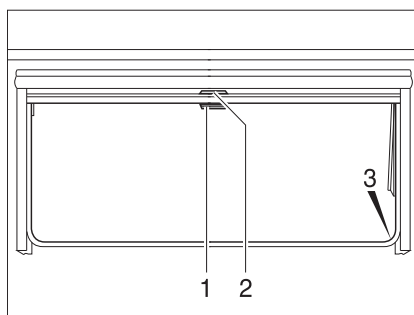

Fig. 39 Fenêtre projetante
Fermer : ■ Tirer le store occultant vers le bas en le maintenant par la poignée (Fig. 39,2). Lorsque le store occultant est complètement fermé, l'accrocher des deux côtés du cadre de la fenêtre dans le dispositif de blocage (Fig. 39,3).
Ouvrir : ■ Lorsque le store occultant est complètement fermé : Appuyer sur la poignée (Fig. 39,2) vers le bas tout en la tirant légèrement vers l'intérieur. Décrocher à droite et à gauche le store occultant du dispositif de blocage du cadre de la fenêtre.
■ Si le store occultant se trouve dans une position intermédiaire : Tirer la poignée (Fig. 39,2) vers le bas jusqu'à ce que le dispositif de blocage se débloque.
Fermer : ■ Tirer la moustiquaire par la poignée (Fig. 39,1) vers le bas et l'accrocher des deux côtés sur le cadre de la fenêtre dans le dispositif de blocage (Fig. 39,3).
Ouvrir : ■ Appuyer sur la poignée (Fig. 39,1) vers le bas tout en la tirant légèrement vers l'intérieur. Décrocher à droite et à gauche la moustiquaire des dispositifs de blocage du cadre de la fenêtre.